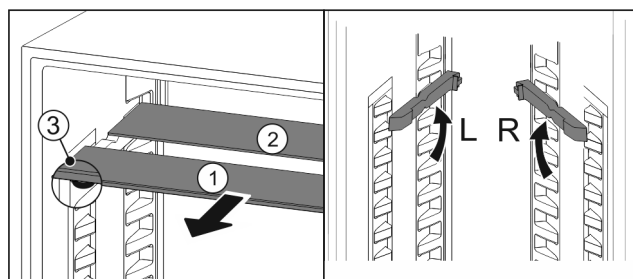

Fig. 123
- estrarre i ripiani di vetro singolarmente tirando in avanti Fig. 123 (1).
- Il piano in vetro Fig. 123 (1) con il motivo ornamentale è nella parte anteriore.
- I fermi Fig. 123 (3) sono rivolti verso il basso.